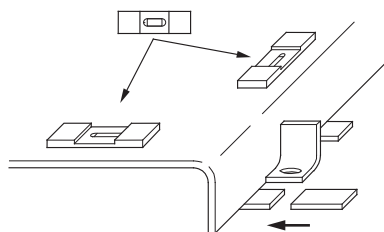

Fig. 8: Nivelar e alinhar a placa base
- Colocar a placa base e nivelá-la em ambas as direcções com anilhas de compensação adicionais (ver Fig. 8).
- Alinhar a unidade completa sobre a placa de fundação com a ajuda de um nível de bolha (veio/tubuladura de compressão) (ver Fig. 8). A placa base deve estar nivelada com a horizontal, sendo admissível uma tolerância de 0,5 mm em cada metro.